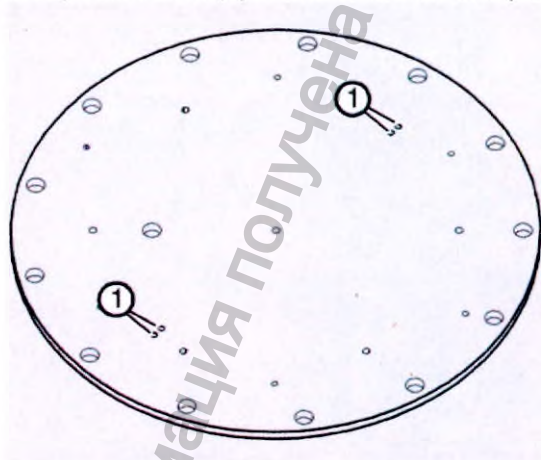

Рис. 3: Напольный штатив, задняя часть монтажной пластины
На задней стороне монтажной пластины для напольного штатива можно найти четыре несквозных отверстия Рис. 3 (1). Положите монтажную пластину задней стороной вниз.